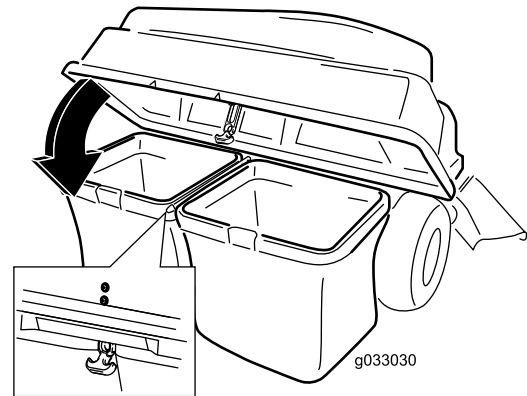

Figure 18
5. Abaissez le couvercle du système de ramassage sur les bacs (Figure 18).